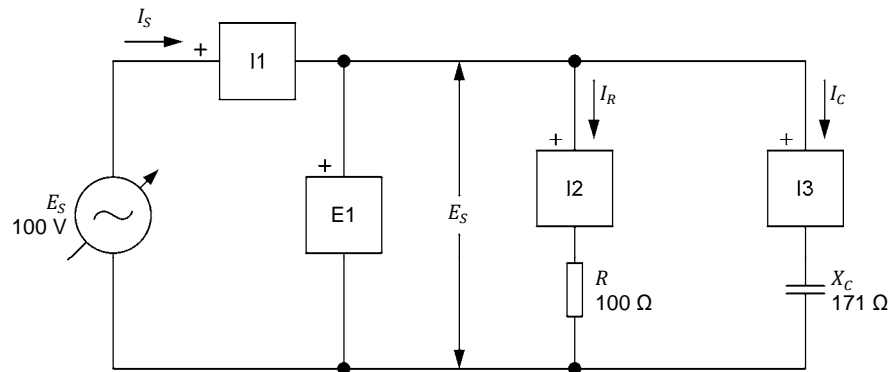

Figure 4-5. Circuit ca en parallèle contenant une résistance et un condensateur, et monté pour l'analyse de circuit.
8. Montez le circuit montré dans la figure 4-5.
10. Résolvez le circuit en entier montré dans la figure 4-5 à l'aide de la méthode de calcul de l'impédance.